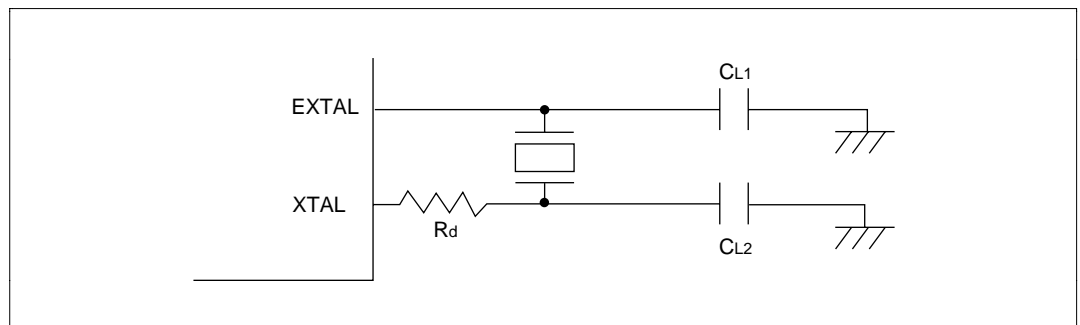

図 19.2 水晶発振子を接続する場合の接続例
水晶発振子を接続する場合の接続例を図 19.2 に示します。ダンピング抵抗  $R_d$  は、表 19.1 (1)、外付け容量  $CL_1$ 、 $CL_2$  は、表 19.1 (2) に示すものを使用してください。また、水晶発振子は、AT カット並列共振形を使用してください。